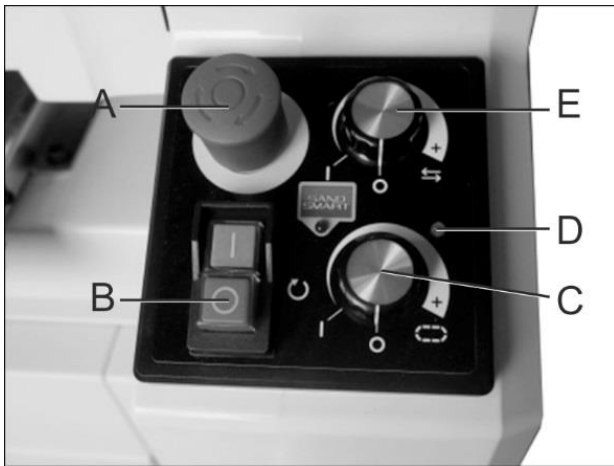

Рис. 9-1: панель управления
2. Сбросьте аварийный выключатель, повернув красную кнопку по часовой стрелке или потянув за нее (A, Рис. 9-1).
Примечание: если перед запуском двигателя регулятор скорости движения транспортерной ленты не установлен в положение ВЫКЛ. (OFF), то будет мигать индикаторная лампочка (D, рис. 9-1). Такая система оповещения помогает предотвратить непреднамеренный запуск транспортерной ленты. Если двигатель транспортера не работает, переведите регулятор (C, рис. 9-1) в положение ВЫКЛ. (OFF) и повторно установите скорость движения ленты.
Шлифовальный станок можно использовать как при зафиксированном в осевом направлении барабане, так и в режиме осцилляции. Верхний регулятор (Е, рис. 9-1) активирует режим осцилляции.